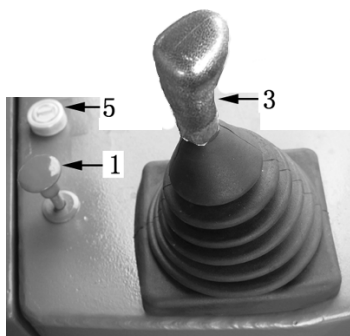

Figura 2-49
- 1) Abre respectivamente los botones de la pala (1) y el escarificador (2). (figura 2-49, 2-50)
- 2) Lleve la pala y la barra de manejo del escarificador, y mantenga que la pala y el escarificador salgan del suelo entre 40 a 50 centímetros. (figura 2-49, 2-50)